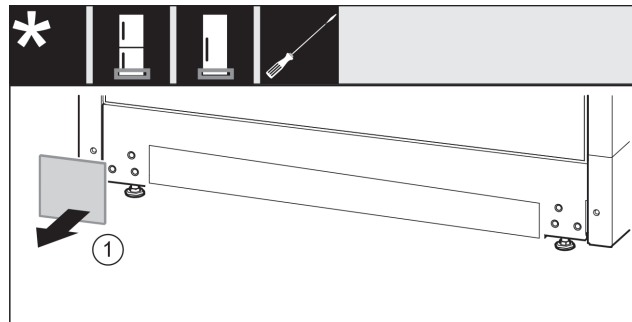

Fig. 17
- ▶ Abdeckung abnehmen. Fig. 17 (1)